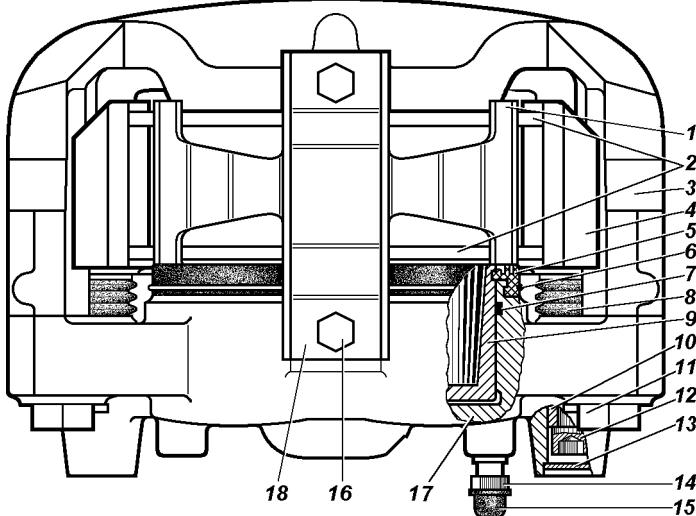

Рис. 9.30. Передние дисковые тормоза:
Уровень тормозной жидкости в бачке 3 (см. рис. 9.30) проверяется визуально по меткам, нанесенным на корпусе
**Дисковые тормозные механизмы передних колес.** Для осмотра тормозных колодок 2 (рис. 9.30) установите автомобиль на горизонтальной площадке, затормозите стояночным тормозом. Осмотр колодок проводите через окно в суппорте 4. Если фрикционные накладки износились до толщины 1,5-2,0 мм, то замените колодки новыми. Замену производите на обоих передних тормозах.